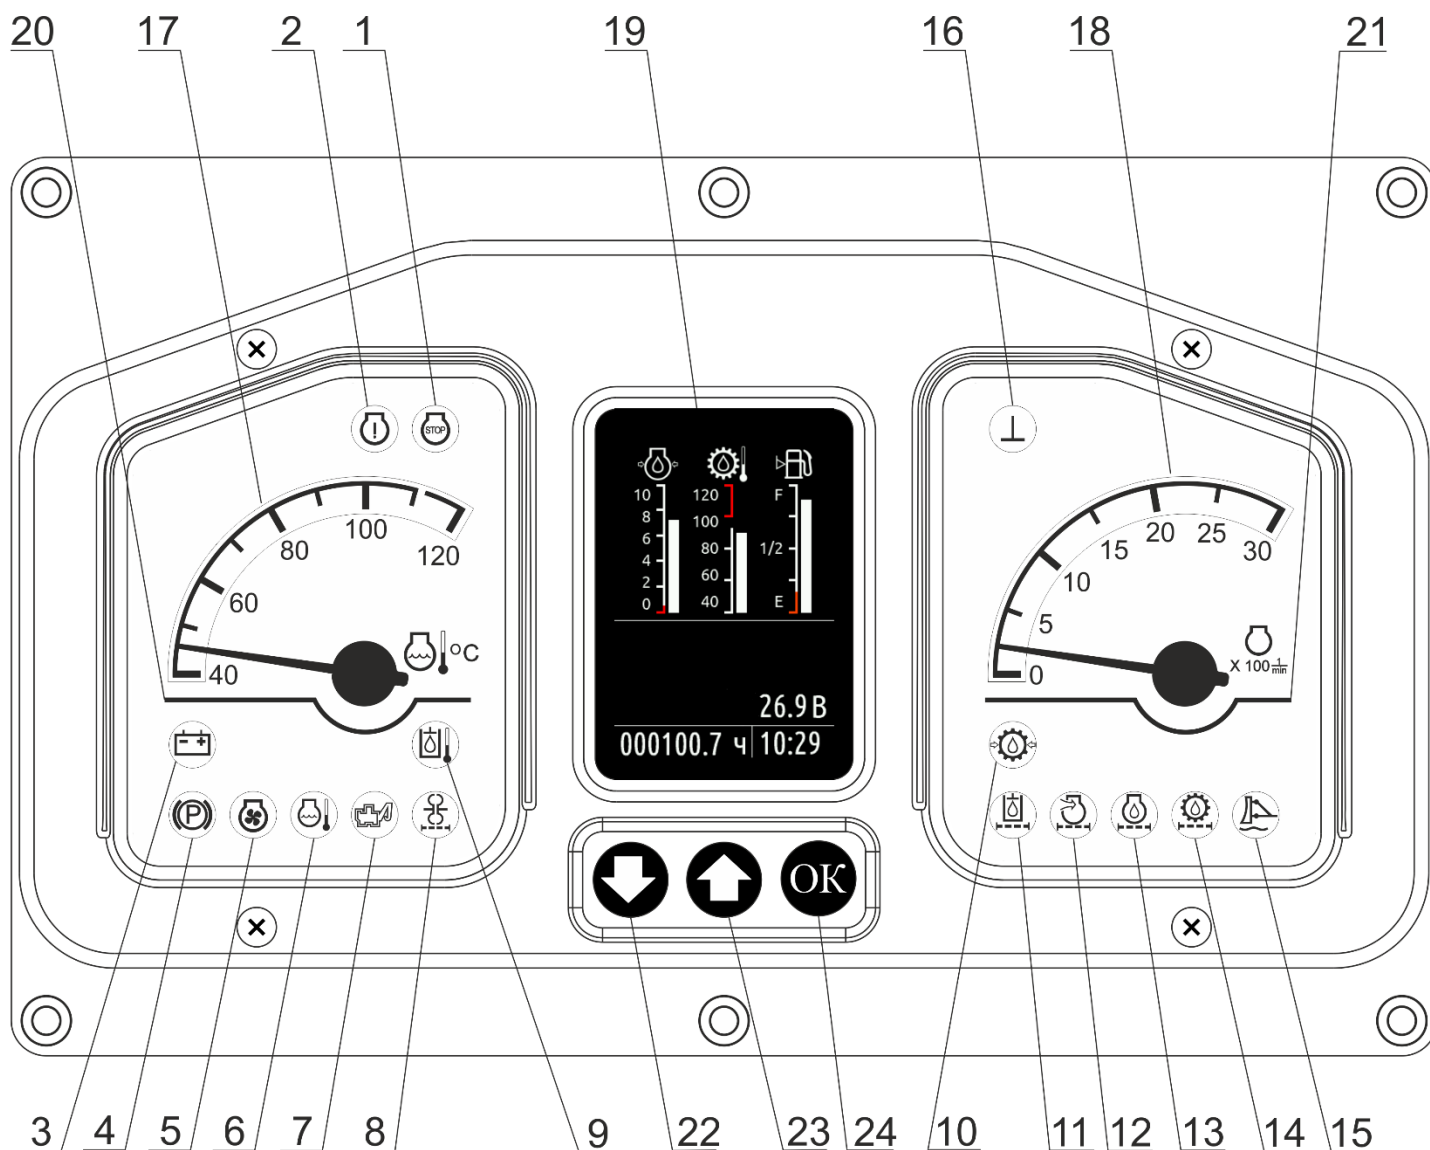

Рисунок 1.1
1.4.2.1 Температура охлаждающей жидкости двигателя отображается стрелочным индикатором “Температура охлаждающей жидкости двигателя” (позиция 17 рисунок 1.1) в диапазоне от 40 °С до 120 °С. Цена деления шкалы 10 °С.
Если связь по CAN с ЭБУ двигателя отсутствует или ЭБУ двигателя не передает данные о температуре двигателя, то температура отображается по резистивному датчику ТМ-100В, подключённому к контакту 29 соединителя ПП-04Ц. При неисправности датчика ТМ-100В или цепи подключения датчика отображаемое значение температуры ниже 40 °С, включается пиктограмма позиция 6 рисунок 1.1 и звуковой сигнал зуммера.
1.4.2.2 Обороты двигателя отображаются стрелочным индикатором “Частота оборотов коленвала двигателя” (позиция 18 рисунок 1.1) в диапазоне от 0 до 3000 об/мин. Цена деления шкалы 5х100 об/мин.
1.4.3.1 Параметры, отображаемые на ЖКИ (позиция 19 рисунок 1.1), приведены на рисунке 1.2. Назначение пиктограмм на ЖКИ приведено в таблице 3.